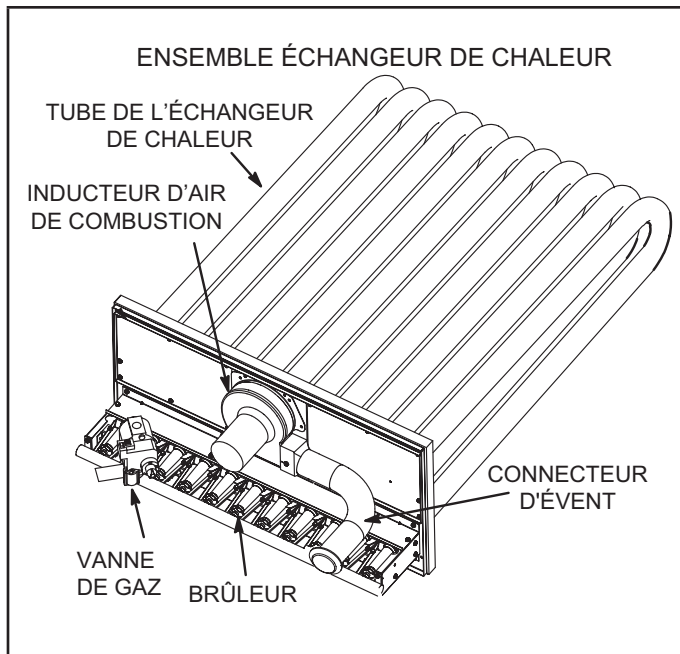

FIGURE 37
- 3 - Retirer et conserver les vis fixant l'inducteur d'air de combustion sur la boîte à feu. Retirer le connecteur d'évent. Voir FIGURE 37.